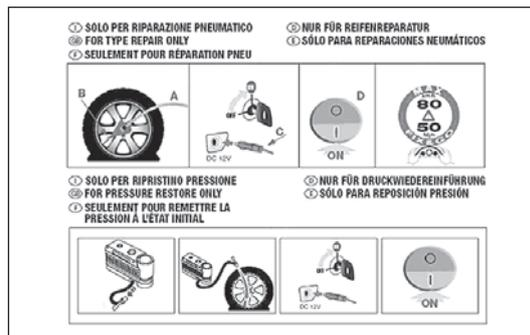

fig. 151
- un dépliant d'instructions (voir fig. 151), pour apprendre à se servir rapidement du kit de réparation rapide et qui sera ensuite remis au personnel chargé du traitement du pneu ;